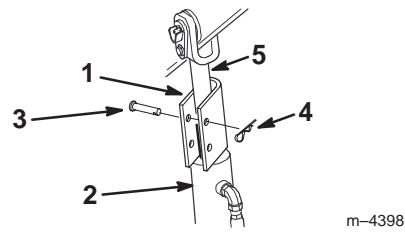

Bild 18
- Bringen Sie über jeder Hubzylinderstange eine Hubarm-Zylinder-Arretierung an (Bild 18).
- Befestigen Sie jede Hubarm-Zylinder-Arretierung mit einem Lastösenbolzen und einem Splint (Bild 18).